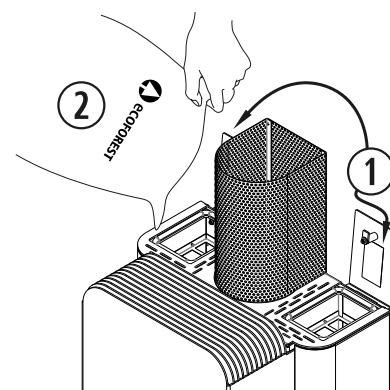

Figura 1
- 2.15.** Para realizar o carregamento de combustível na estufa, devemos abrir a tampa do depósito e esvaziar o saco de combustível com cuidado para evitar que transborde (*figura 1*). Uma vez carregadas, as tremonhas devem fechar corretamente para garantir o funcionamento adequado do seu fogão.
①	Tampa do depósito.
②	Combustível.